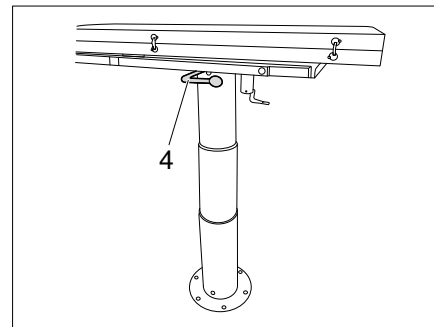

Fig. 124 Table pliante, abaissable
- Desserrer le levier (Fig. 124,4) pour l'abaissement de la table et faire pression sur la table vers le bas.